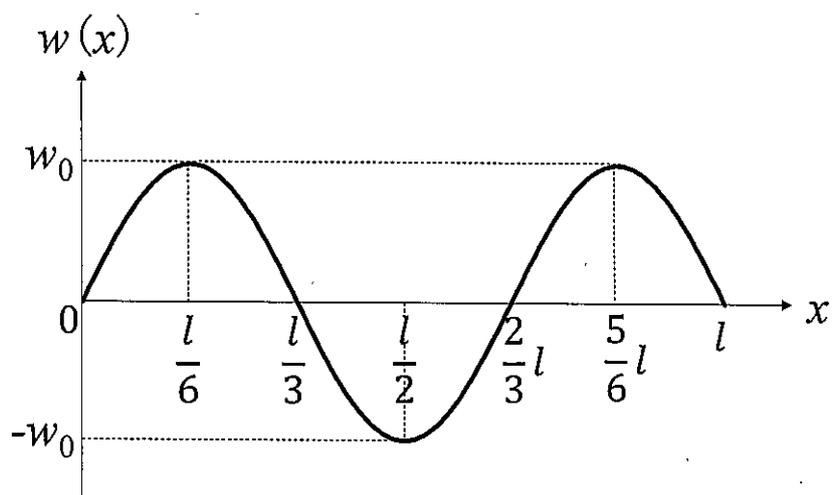

図1-4
- (1) このはりの左端を原点とし、右方向に  $x$  軸をとる。はりに作用する荷重は図1-4のように、最大値および最小値がそれぞれ  $w_0$  および  $-w_0$  の正弦曲線である。はりの任意の  $x$  における荷重  $w(x)$  を  $x$  の関数として表わせ。
- (2)  $w(x)$  が作用することによって左右支点 A および B に作用する反力をそれぞれ  $R_A$  および  $R_B$  とする。 $R_A$  および  $R_B$  をそれぞれ求めよ。